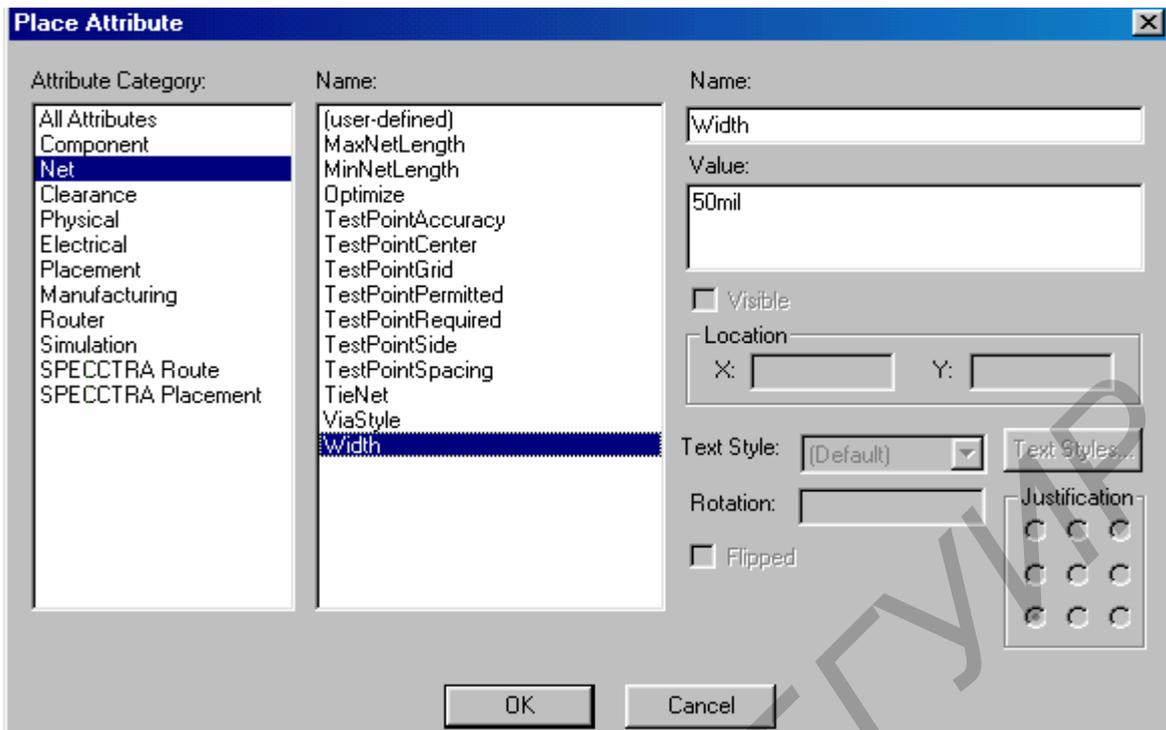

Рис. 2.8. Редактирование атрибутов цепей
6. Добавление атрибутов цепей и компонентов. Для добавления атрибута цепи (или компонента) выбирается цепь (или компонент) и после открытия щелчком правой кнопки мыши меню редактирования указывают в нем пункт **Properties**. Затем по команде **Add** добавляют атрибуты, как показано на рис. 2.8, где введен атрибут ширины проводника **Width**, который будет принят во внимание автотрассировщиком. С помощью выключателя **Visible** каждый атрибут может быть сделан видимым или невидимым на схеме. Для управления видимостью на экране всех однотипных атрибутов по команде **Option>Display** атрибуту можно назначить индивидуальный цвет или цвет фона (чтобы он был не виден). Аналогично при выводе схемы на печать по команде **File>Print>Print Options** указывают цвета атрибутов и других объектов. Таким образом назначают цепям или компонентам индивидуальные атрибуты. Атрибуты общего характера вводят по команде **Place>Attribute**.